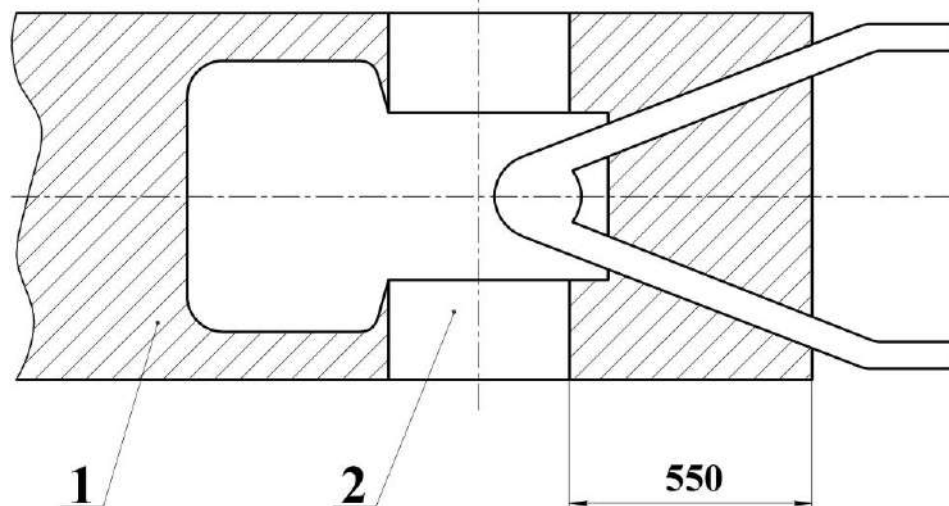

Рисунок 14 – Опасная зона мотоблока
- 2) Не эксплуатируйте мотоблок в опасной зоне (рисунок 14)